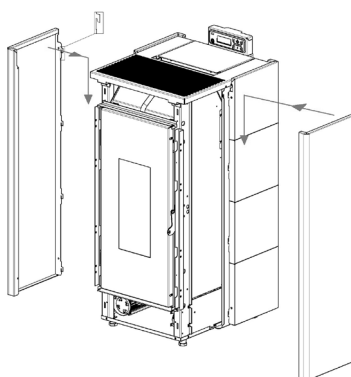

Fig. 38 - Die Platten einhaken
- Die vordere Platte herausnehmen: Die 4 Schrauben lösen (siehe **Fig. 38**).